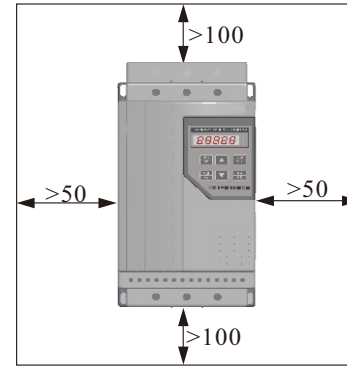
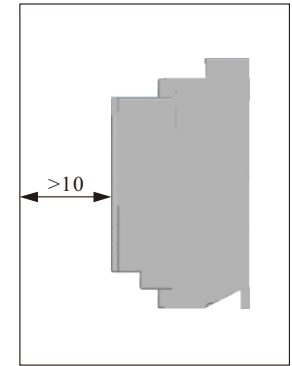

图1
图2
1、安装方向与距离: 为了确保软起动器在使用中具有良好的通风及散热条件,软起动器应垂直安装,并在设备四周留有足够的散热空间如图1,图2中为允许的最小距离。(图中尺寸单位为毫米)